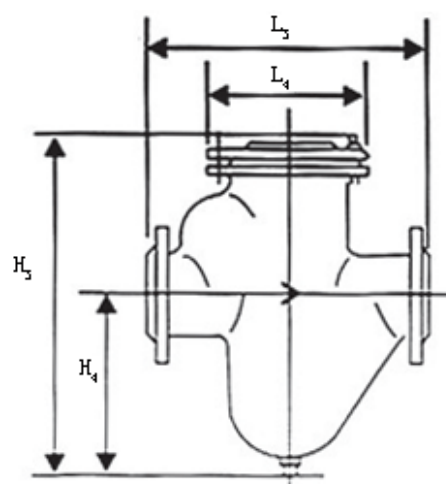

图 4 过滤器外形尺寸
1.6MPa、2.5 MPa、4.0 MPa、6.4 MPa 流量计重量及外形尺寸（见图 4、4 及表 3）